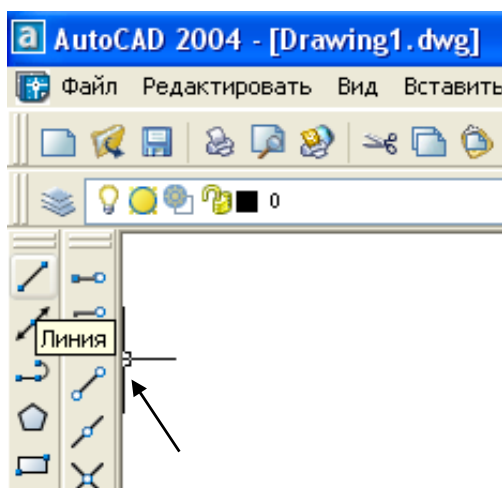

Рис.12.
1.Навести курсор на пиктограмму «линия» на панели инструментов и нажать левую кнопку мыши; Рис.12.